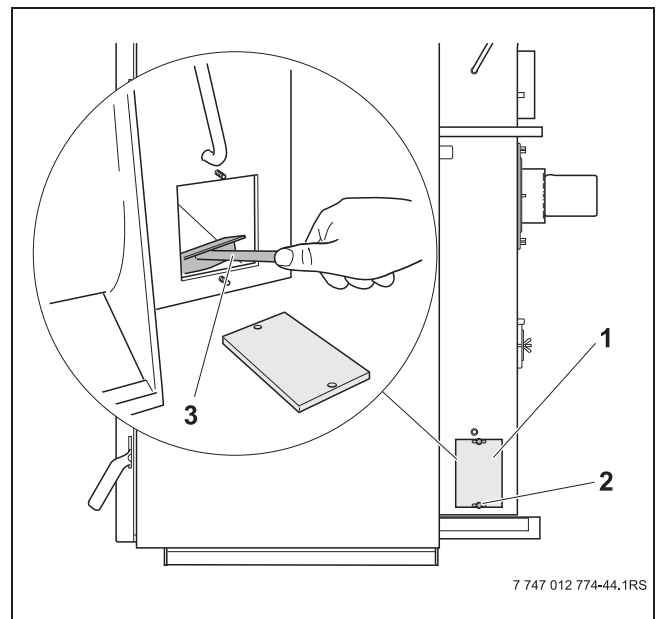

Figura 36 Curățarea colectorului de gaze arse
- Capacele căminelor de colectare a cenușii (-> figura 36, poz. 1) se află pe partea superioară și inferioară a colectorului de gaze arse și sunt fixate cu câte două piulițe-fluture (-> figura 36, poz. 2). Se deșurubează piulițele-fluture și se scot capacele.
- Se îndepărtează cenușa din colectorul de gaze arse cu ajutorul racletei mari (-> figura 36, poz. 3) și a periei.